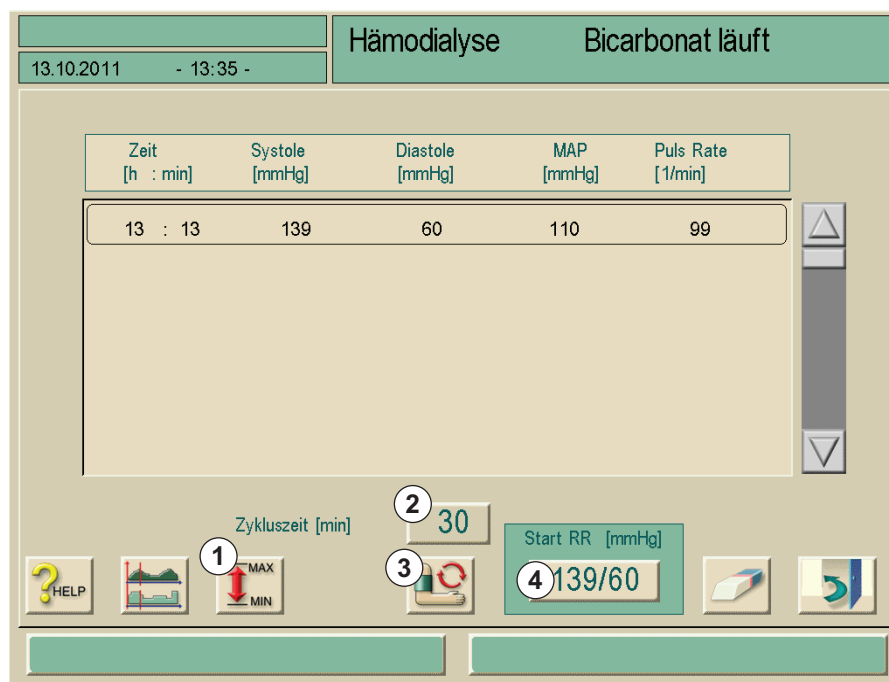
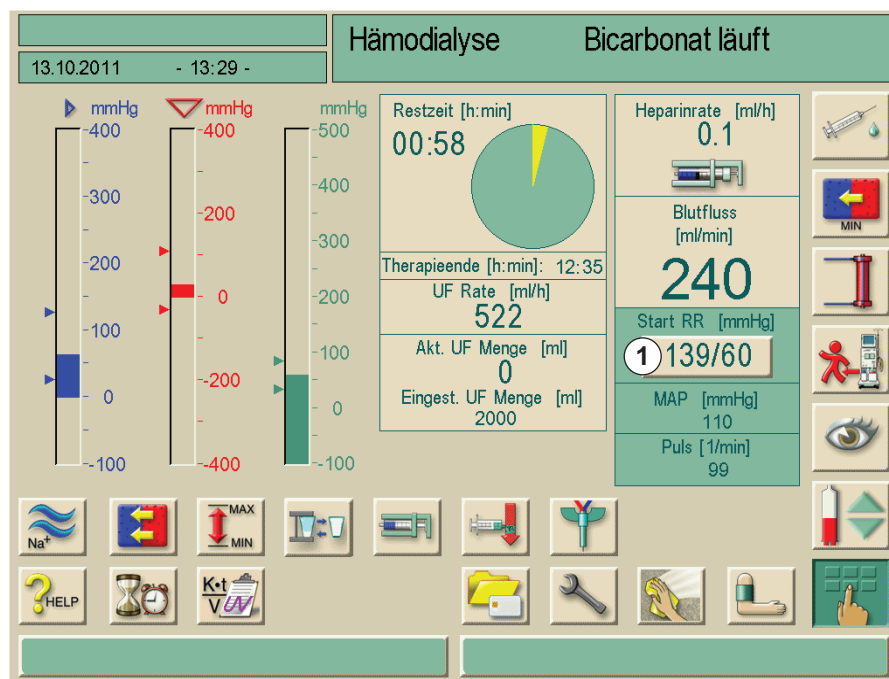

Abb. 11-6 Bildschirm „ABPM-Hauptübersicht“
Abb. 11-8 Bildschirm „Therapie“
1. Im Bildschirm „Therapie“ Feld 1 (Abb. 11-8) bzw. in der „ABPM-Hauptübersicht“ Feld 4 Abb. 11-6 Bildschirm „ABPM-Hauptübersicht“ (188)) berühren.
1. In der ABPM-Hauptübersicht Icon berühren Abb. 11-6 Bildschirm „ABPM-Hauptübersicht“ (188).